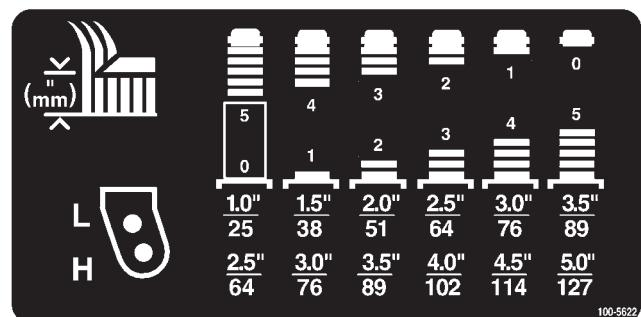

Figura 7
2. Montate i distanziali sul perno della ruota orientabile per ottenere l'altezza di taglio opportuna; fate riferimento alla figura 7 per stabilire la combinazione di distanziali
2. Disponete gli assali delle ruote orientabili negli stessi fori di entrambe le forcelle delle ruote orientabili. Consultate la figura 7 per individuare i fori corretti per la regolazione.
Consultate la figura 7 per individuare le combinazioni di distanziali per la regolazione.